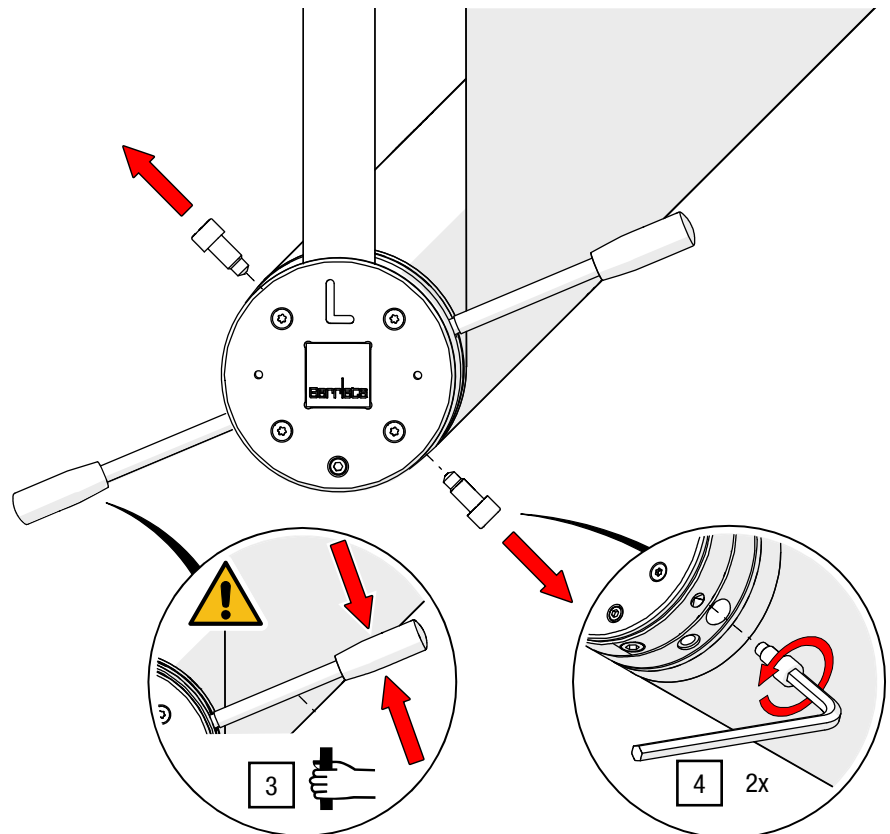

Abb. 31: Spannhebel halten und Spanschrauben lösen
3. Nehmen Sie den Griff von mindestens einem Spannhebel fest in die Hand und halten Sie diesen fest (siehe Abb. 31).
4. Lösen Sie mit einer zweiten Person die Arretierschrauben am Spannring mit einem ISK SW 10 (siehe Abb. 31).